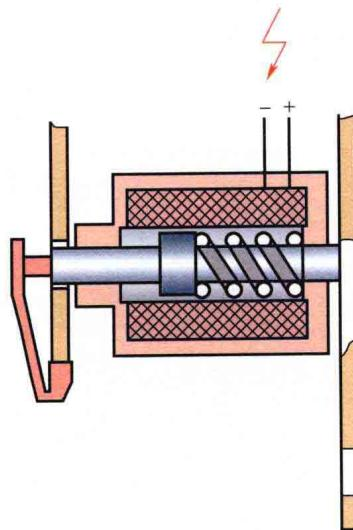

图2-5 变速杆开锁
② 变速杆开锁：一旦打开点火开关，并踩下制动踏板，变速杆传感器系统控制模块J587激活换挡互锁电磁阀N110，就可以从P位锁止销孔拉出锁止销，变速杆就可以移动到其他档位，如图2-5所示。